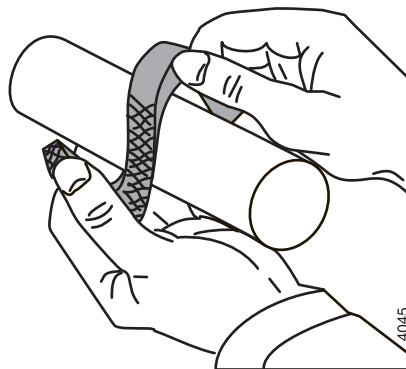

Abbildung 4: Axial aufbiegen Dichtungsringen.
- 2 Die Dichtungsringe werden axial aufgebogen, s. Abbildung 4, und um die Pumpenwelle angebracht. Sorgen Sie dafür, daß die Schnitte stets 90° in bezug zueinander liegen.